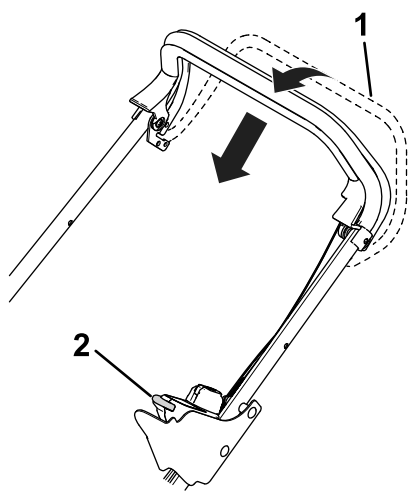

Figura 20
- Mentre la lama del tosaerba è in moto, innestate la barra della trazione automatica (Figura 20).